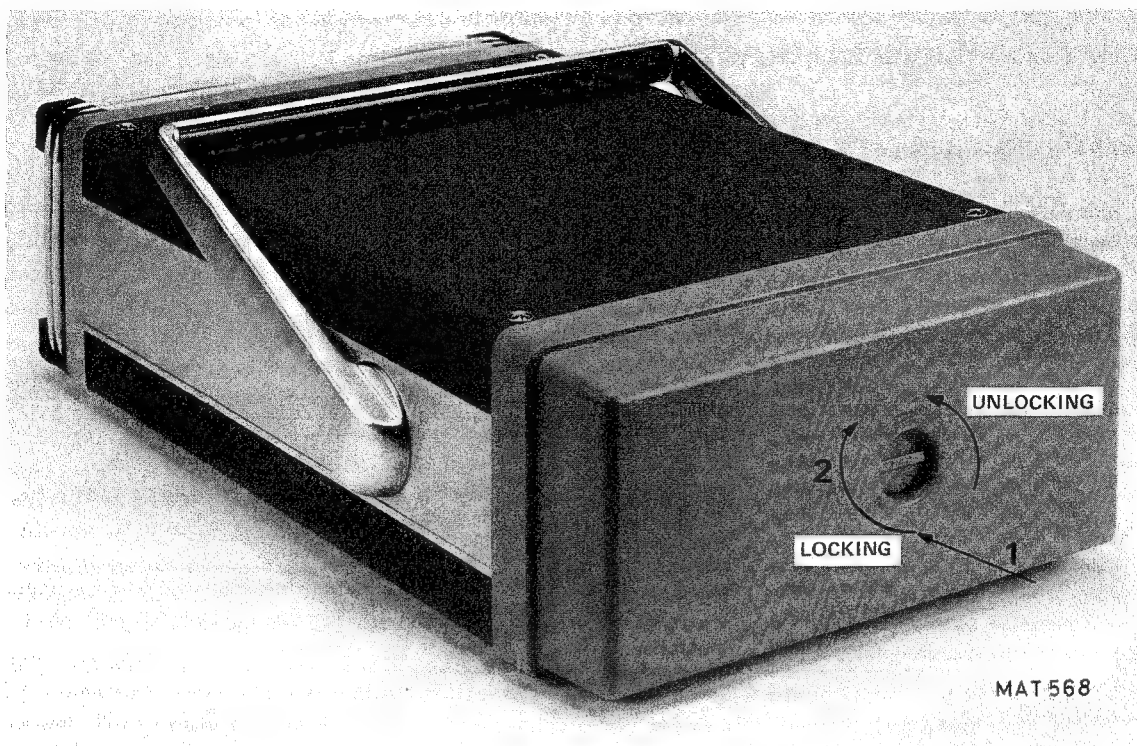

Bild 2.1. Abnehmen der Abdeckhaube
2.2. ABNEHMEN UND AUFSETZEN DER FRONT-ABDECKHAUBE (siehe Bild 2.1.)